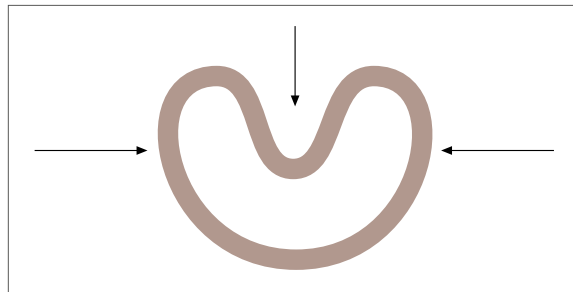

fig. 05
- Deformare l'anello in PTFE a forma di cuore evitando deformazioni acute (vedi fig. 05).
- Compress the PTFE ring into a heart shape the ring must have no sharp bends (see fig.05)